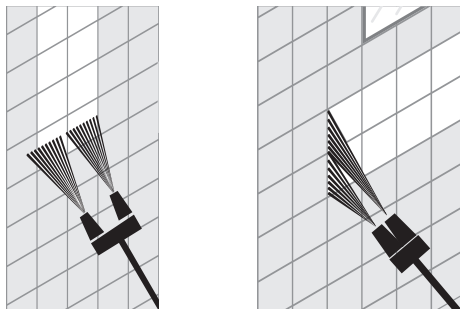

Fig. 9
4. Gire a pistola de pulverização (9) para orientar o jato do ventilador de uma forma melhor (Fig. 9).